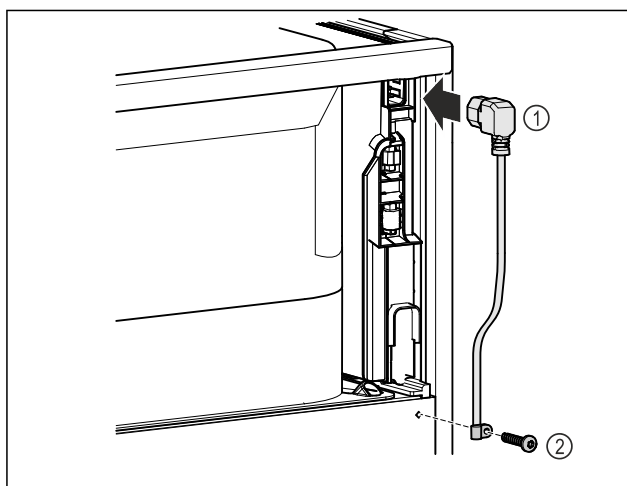

Fig. 48
- ▶ Вставьте разъем сетевого кабеля, предназначенный для устройств, не выделяющих тепла, Fig. 48 [1] с задней стороны устройства.
- ▶ Установите приспособление для разгрузки натяжения кабеля. Fig. 48 [2]